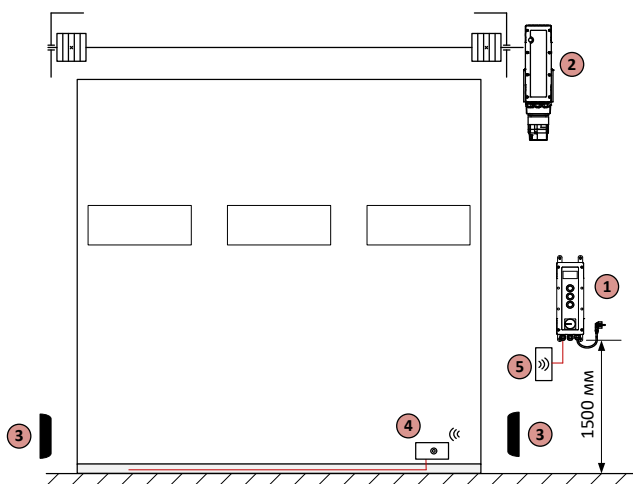

Рисунок 8
Определите место, в которое будет установлено каждое устройство приводной системы. Пример типовой схемы автоматизации скоростных промышленных ворот – Рисунок 8. Места установки устройств управления определите вместе с пользователем (владельцем). Определите электрическую схему, в соответствии с которой будет выполняться подключение всех устройств приводной системы.
Блок управления (1) устанавливайте на вертикальную поверхность в пределах видимости ворот (рядом с воротами) в легко доступном месте, на удобной высоте не менее 1,5 м (Рисунок 8), на безопасном расстоянии от движущихся элементов ворот. Рекомендуется устанавливать блок управления относительно ворот на стороне установки привода. Кабельный ввод блока управления должен быть направлен вниз.